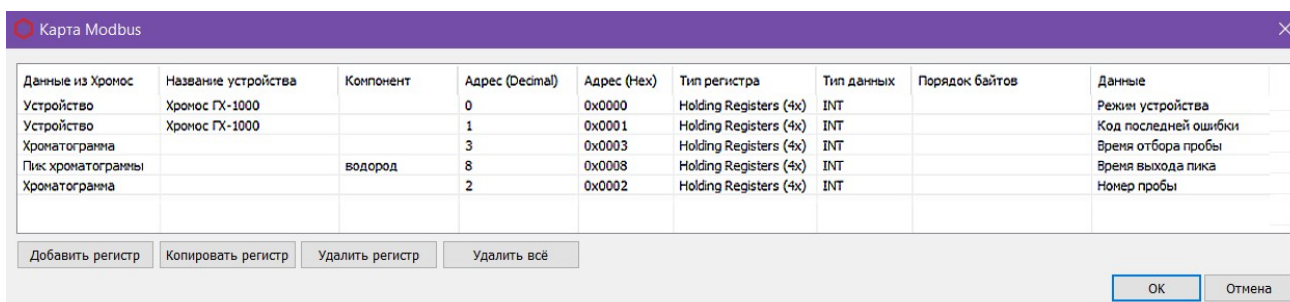

Рис. 4. Окно «Карта Modbus»
1. Нажмите **Карта Modbus**. Откроется окно *Карта Modbus* (Рис. 4).